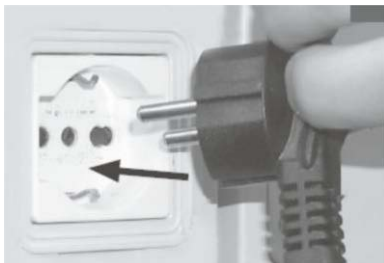
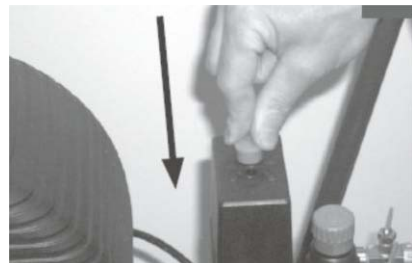

Рис. 4
Рис. 5
- Вставьте вилку электрокабеля питания в соответствующую розетку, имеющую контакты заземления (рис. 4), предварительно проверив, что выключатель реле давления (рис. 5) находится в положении выключено «O» (OFF);